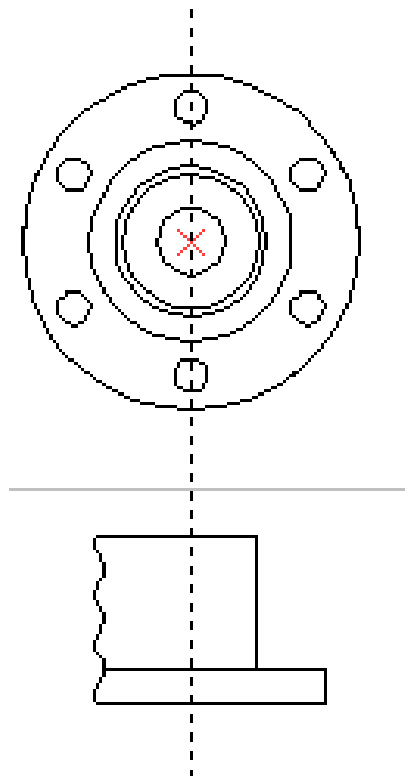

Рисунок 7.14 – Создание местного вида
8. Для завершения создания местного вида нажмите  в автоменю (рисунок 7.14).